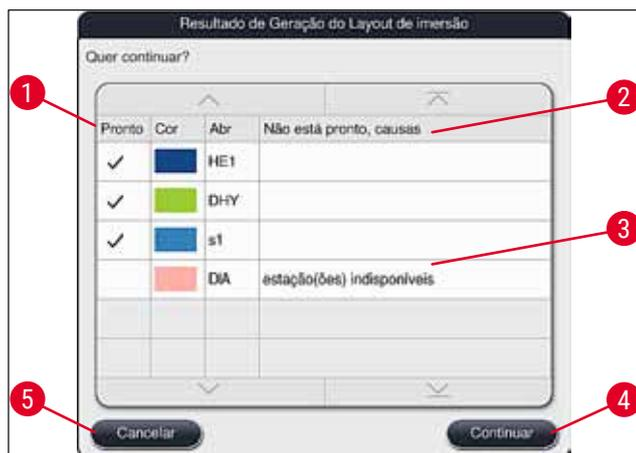

Fig. 51
- Se mais programas do que o número permitidos para integração no layout de banho foram selecionados, o usuário é informado através do display **Resultado de geração do layout de banho** (→ "Fig. 51"). Os programas integrados com êxito são identificados com uma marcação na coluna **Pronto** (→ "Fig. 51-1").